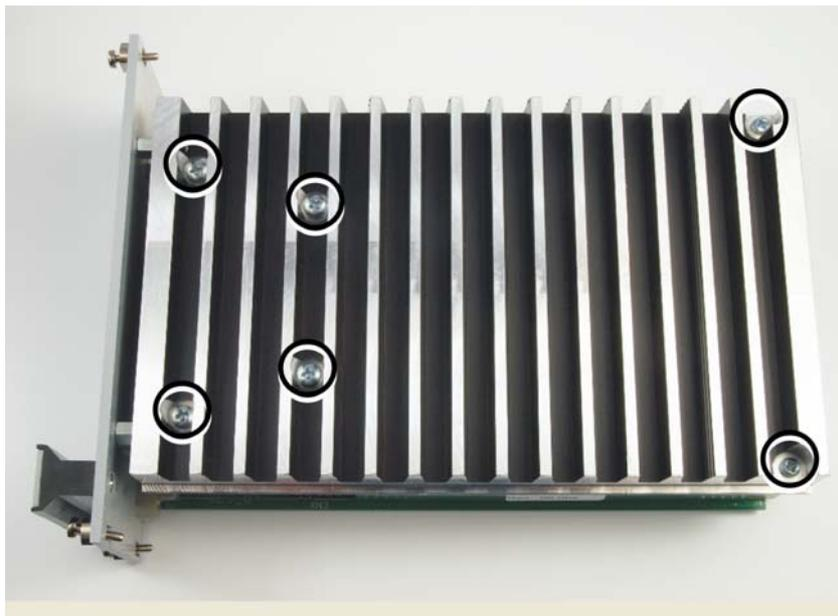

Abbildung 3: Seitliche Befestigung des Kühlblechs am E-616 Controller-Modul
- Entfernen Sie das Kühlblech des E-616-Controllermoduls durch Aufschrauben der sechs markierten Kreuzschlitzschrauben seitlich, siehe Abbildung 3 unten